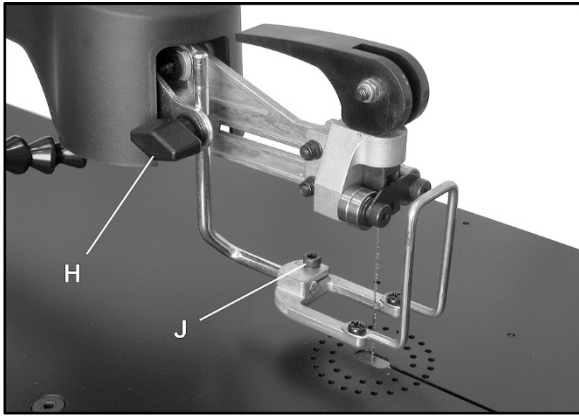

Рисунок 18
Для вертикальной регулировки ослабьте ручку (H, рисунок 18). Для регулировки вперед/назад и регулировки угла ослабьте винт с внутр. шестигранником (J).